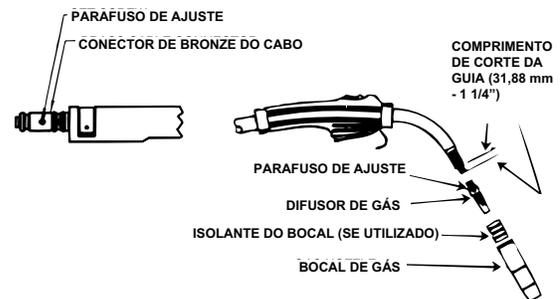

FIGURA D.1
6. Com o difusor de gás ainda removido do tubo da tocha, assegure-se de que o cabo esteja reto, e então corte a guia no tamanho mostrado na Figura D.1. Remova quaisquer rebarbas da extremidade da guia.